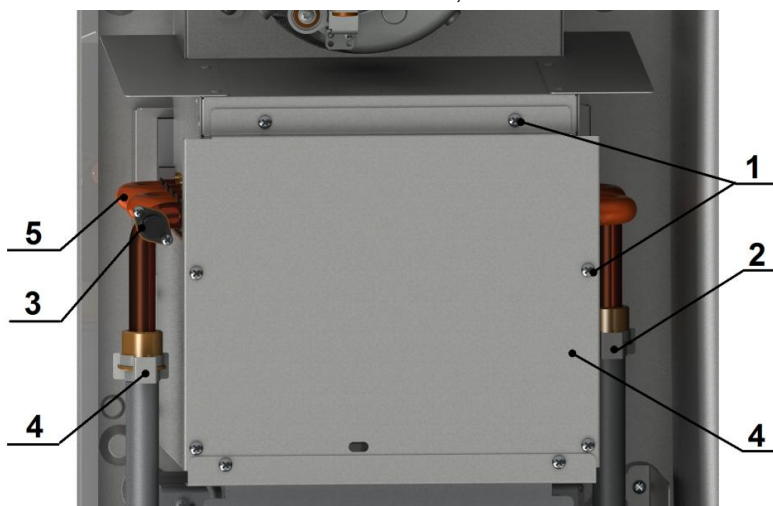

Рис. 13 Демонтаж теплообменника
- отвернуть шесть саморезов (1), см. рисунок 13, снять стенку (2) вместе с теплоизоляцией;
- отсоединить провода от термореле (3);
- снять две клипсы (4) крепления труб к теплообменнику (5);